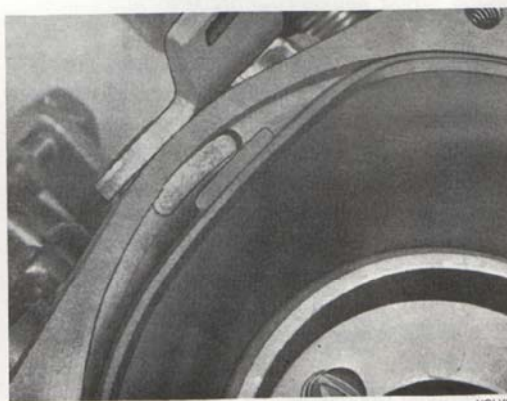

Bild 104. Membran i förgasarhus
4. För ner vakuumkolven och passa in gummiacklacken enligt bild 104. Montera fjädern och locket. Fyll på dämpolja.